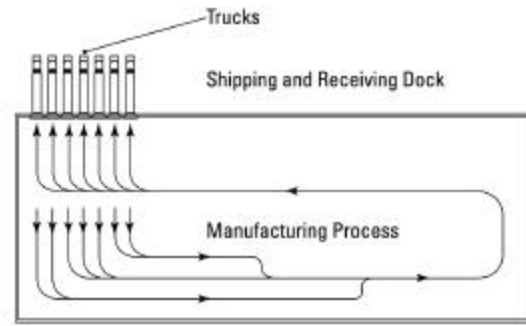

Fig. 1
- Combinados, para que queden juntos los procesos de despacho y recepción (Fig. 1).